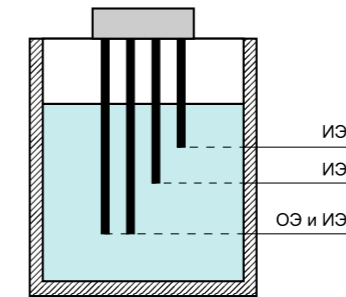

Рисунок 3 – Длина электродов
4. Обрезать электроды, если требуется. Длина OЭ и первого IЭ должна быть одинаковой. Длина второго и третьего IЭ должна быть меньше OЭ (см. рисунок 3).